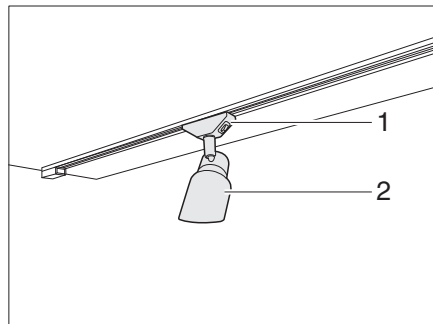

Fig. 91 Foco (ejemplo)
- Sujetar el soporte (Fig. 91,1) y girarlo en 45°.
- Extraer el foco (Fig. 91,2) del sistema de rieles.
- Colocar el foco (Fig. 91,2) en el sistema de rieles en la posición deseada y girarlo en 45°.